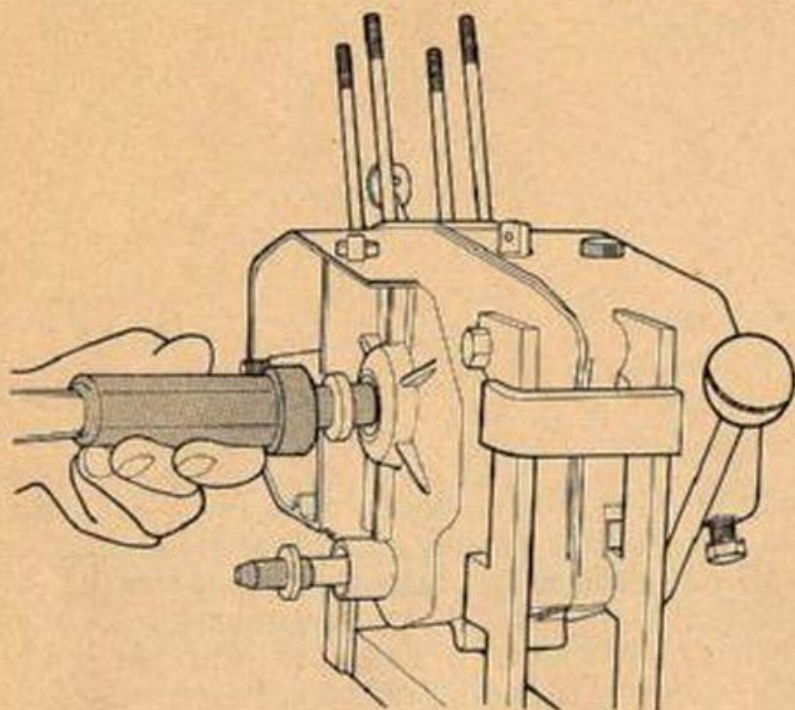

FIG. 45 Montaggio paraoli
- 9) **MONTARE** i paraoli preferibilmente nuovi, usando le apposite buste di guida e relativo tampone (fig. 45).